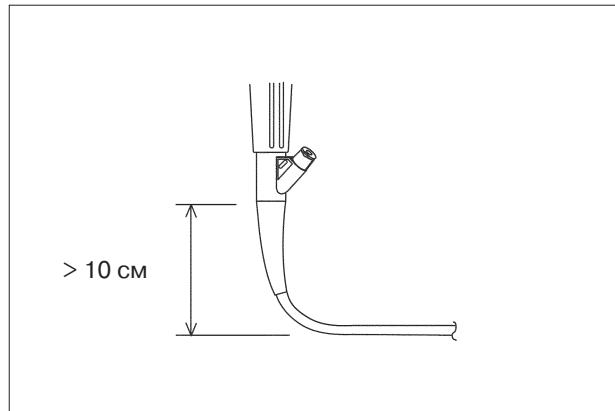

Рис. 4.2
- Не допускайте изгиба вводимой трубы на расстоянии меньше 10 см от защитного конуса. Это может привести к повреждению вводимой трубы (см. рис. 4.2).